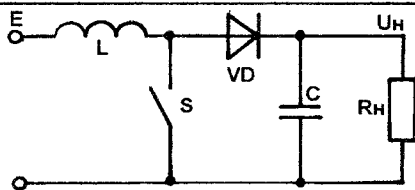

Рис.15
- повышающий — РНІІ (рис.15) с емкостной фильтрацией, непрерывным потреблением и импульсной передачей энергии;